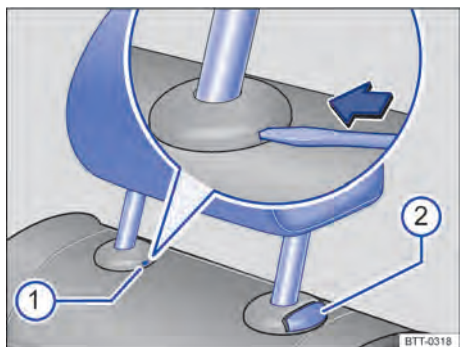

Fig. 57 Desinstalar o apoio para cabeça traseiro.
– Se necessário, pressionar a haste da chave de fenda da ferramenta de bordo na fenda da capa de cobertura → Fig. 57 no sentido da seta e segurar nesta posição.